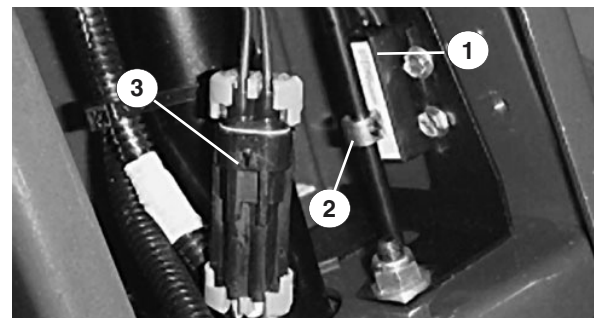

Figure 35
3. Débranchez le connecteur de queue de cochon du faisceau de câblage (Fig. 35).
5. Desserrez la vis de fixation du collier sur la tige du frein de stationnement (Fig. 35).
6. Abaissez doucement le collier sur la tige pour l'aligner avec le repère sur l'étiquette du contacteur (Fig. 35). Resserrez la vis de fixation du collier.